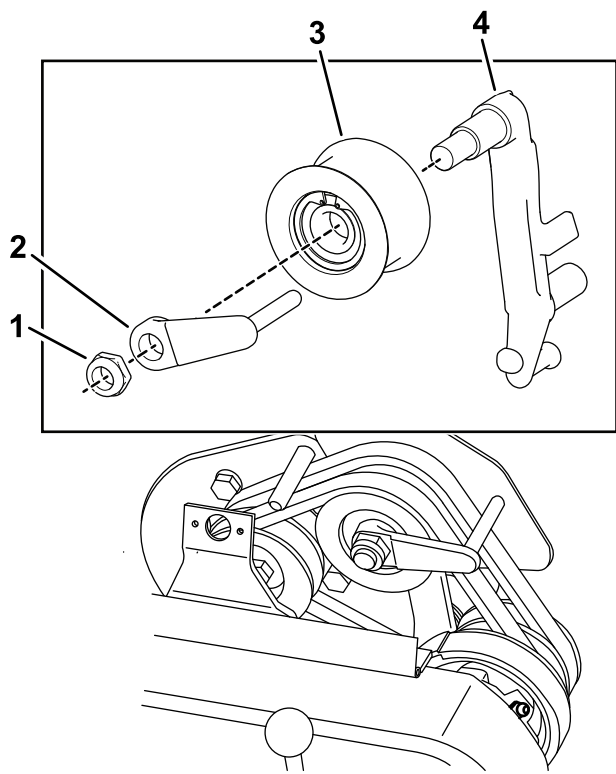

图42
8. 要在不启动发动机的情况下更容易推拉机器应按照以下所示的方法调节皮带导轨图42插入件